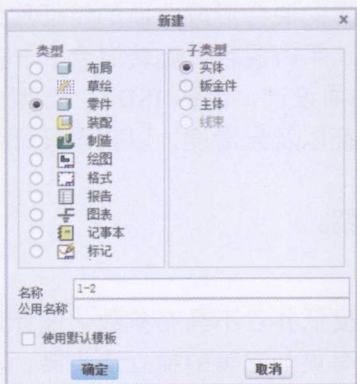
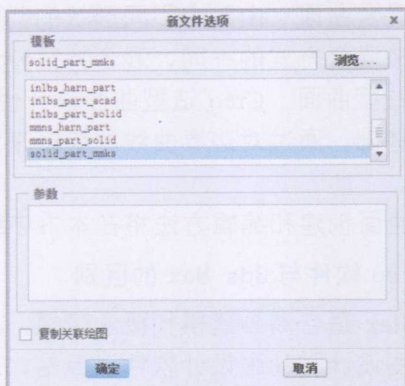

图 1-1 【新建】对话框
图 1-2 【新文件选项】对话框
1) 单击【新建】按钮  打开【新建】对话框,选择【零件】类型并输入名称为“1-2”,取消【使用默认模板】选项,如图 1-1 所示,单击【确定】按钮,弹出如图 1-2 所示的【新文件选项】对话框,选择【mmns\_part\_solid 模板】,单击【确定】按钮进入零件设计界面。